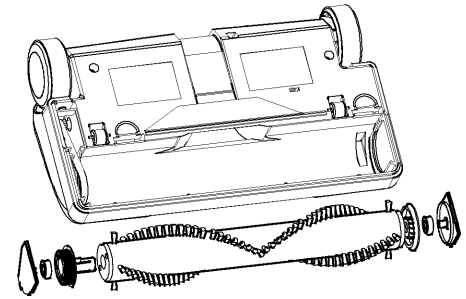

Figure 9
3. Retirez les paliers d'arbre des extrémités du rouleau-brosseur et nettoyez-les. Notez que les paliers d'arbre ne sont pas symétriques. Celui qui est incliné appartient à l'engrenage de la brosse (du côté de la courroie dentée) (comme montré à la figure 9).